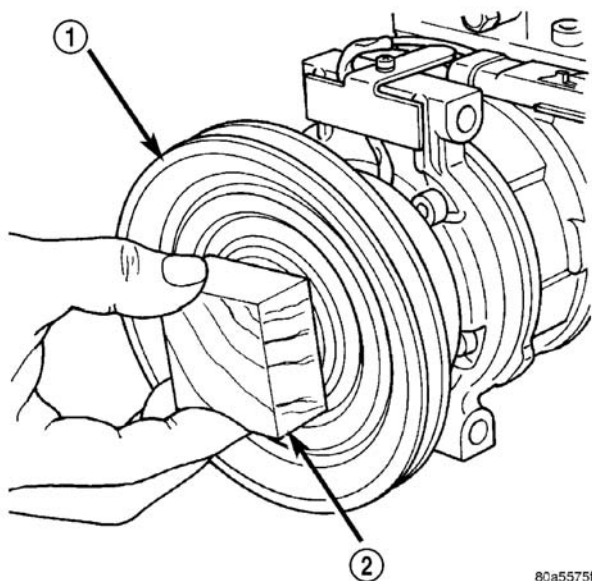

图 16 安装离合器皮带轮
(3) 安装并紧固将离合器线圈引出线接头支架和接地夹固定到压缩机壳体顶部的螺钉。
(4) 将皮带轮安装到压缩机的前盖上。视需要，用一个置于皮带轮摩擦表面上的木块轻轻地敲击皮带轮（图16）。